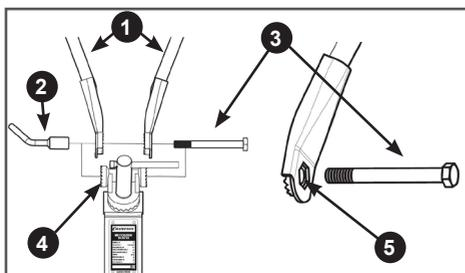

Рис. 11. Установка рабочих рукояток
9. Установите рабочие рукоятки. Для этого, установите рукоятки 1 на зубчатую стойку 4, совместите отверстия в рукоятках и стойке, вставьте в образовавшееся отверстие болт 3 и закрутите ручку 2 регулировки рабочих рукояток по вертикали, не затягивая её (Рис. 11). Отрегулируйте положение рабочих рукояток по вертикали. Убедитесь, что головка болта 3 вошла в посадочное место 5 на рабочих рукоятках, после чего окончательно затяните рычаг 2 (Рис. 11).